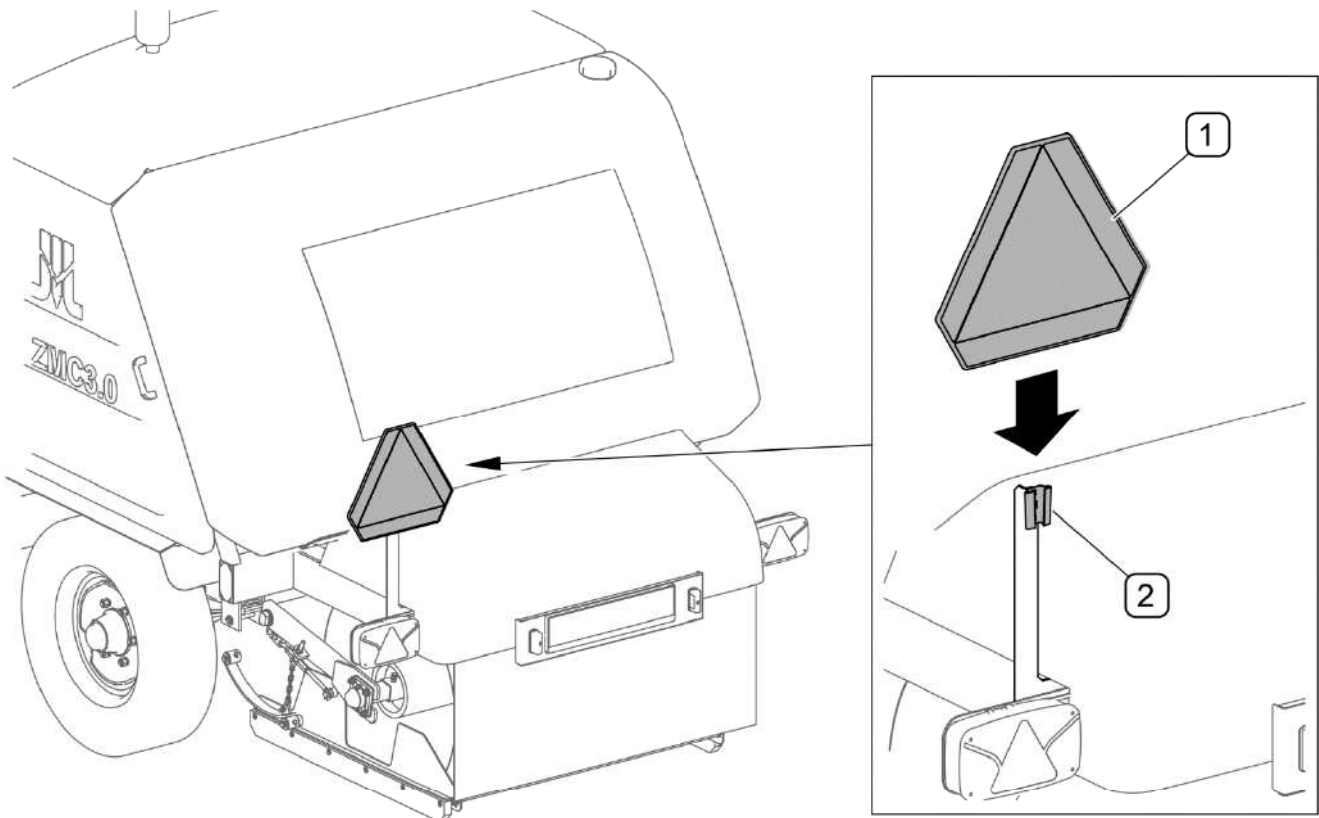

РИСУНОК 4.15Монтаж предупредительного знака
(1) - знак медленно движущегося транспортного средства (не входит в комплектацию машины); (2) - кронштейн
При проездах по общественным дорогам сзади машины должен быть прикреплен знак медленно движущегося транспортного средства (1) (РИСУНОК 4.15). Знак крепится на специальном кронштейне (2), закрепленном сзади с левой стороны машины.